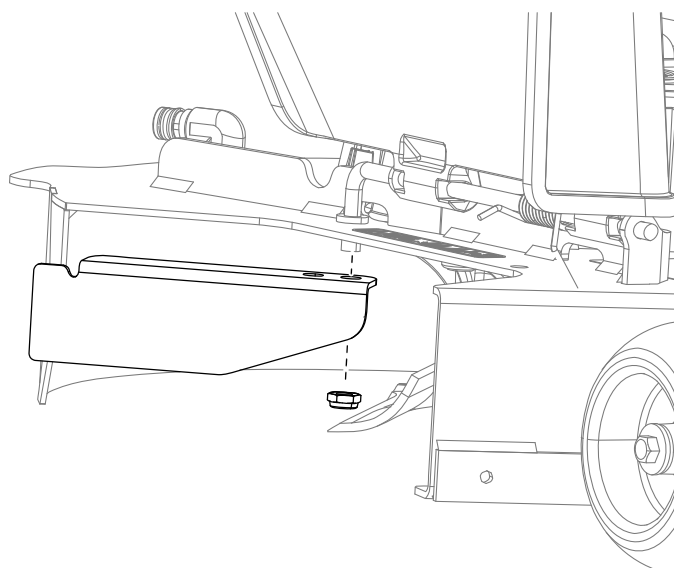

図 18
1. 50" デッキの場合は、マシンについている既存のバッフルを外す 図 18。